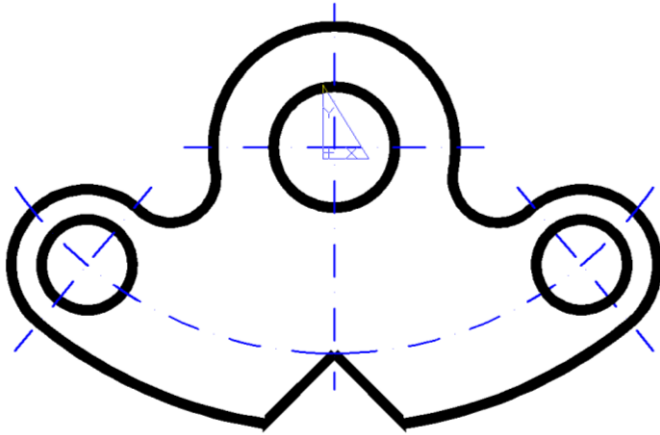

Рисунок 1.18 – Деталь із добудованною правою частиною
24. Виконати добудову правої частини прокладки (рис. 1.18):